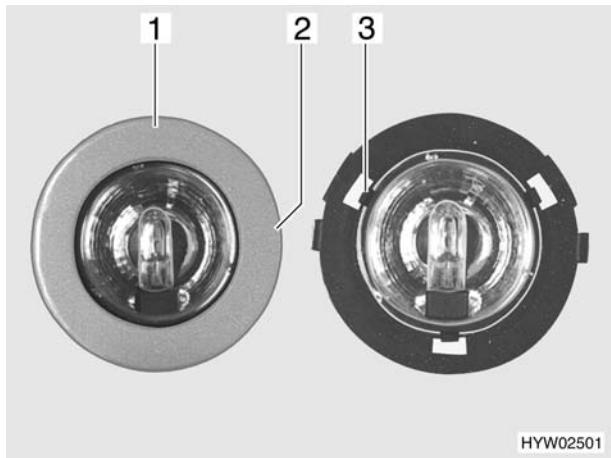

Fig. 103 Lampada alogena
- Girare lentamente il diaframma (Fig. 103,1) finché il nasello (Fig. 103,2) dell'involucro non si arresta a scatto nella scanalatura sottostante del diaframma.
- Tre griffe (Fig. 103,3) tengono ferma la lastra di vetro della lampada alogena nell'involucro. Spingere di lato una delle tre griffe.